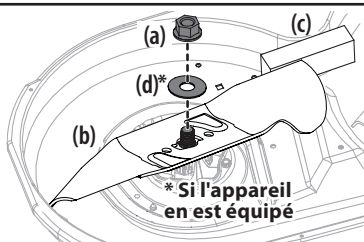

Figure 2
- Utilisez une clé de 15/16 po pour retenir l'écrou sur le haut de la fusée, puis desserrez l'écrou hexagonal (a) et la rondelle (d)* qui fixent la lame. Pour desserrer plus facilement l'écrou hexagonal (a) et la rondelle (d) qui fixent la lame, placez un petit bloc de bois (c) entre le plateau de coupe et le tranchant de la lame (b). Voir Figure 2.
- Lorsque vous réinstallez la lame, assurez-vous de suivre les étapes ci-dessous (voir Figure 2) :